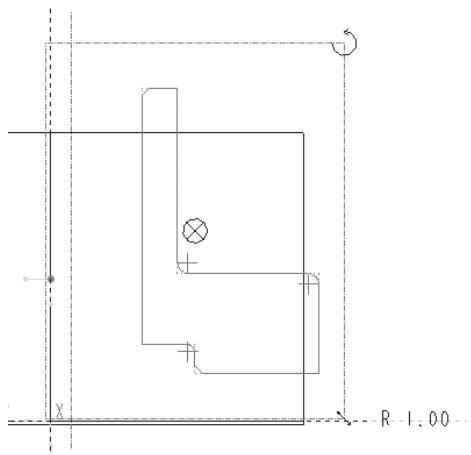
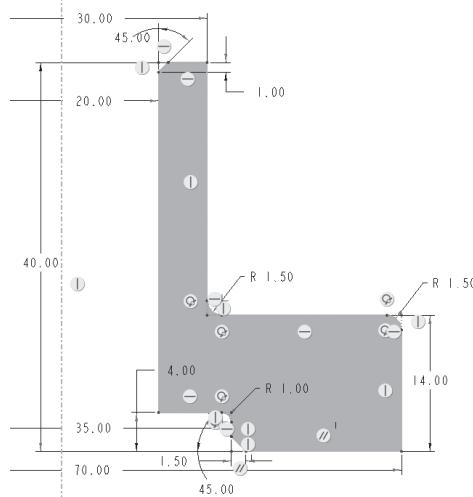

图 2-2-30 创建轮廓
图 2-2-31 修改轮廓尺寸
(3) 进入草绘模块，单击“草绘视图”按钮，在绘图区空白处单击，调整比例为1，创建如图 2-2-30 所示的轮廓，单击上方的“确定”按钮 \checkmark ，回到草绘模式，修改轮廓尺寸，如图 2-2-31 所示。